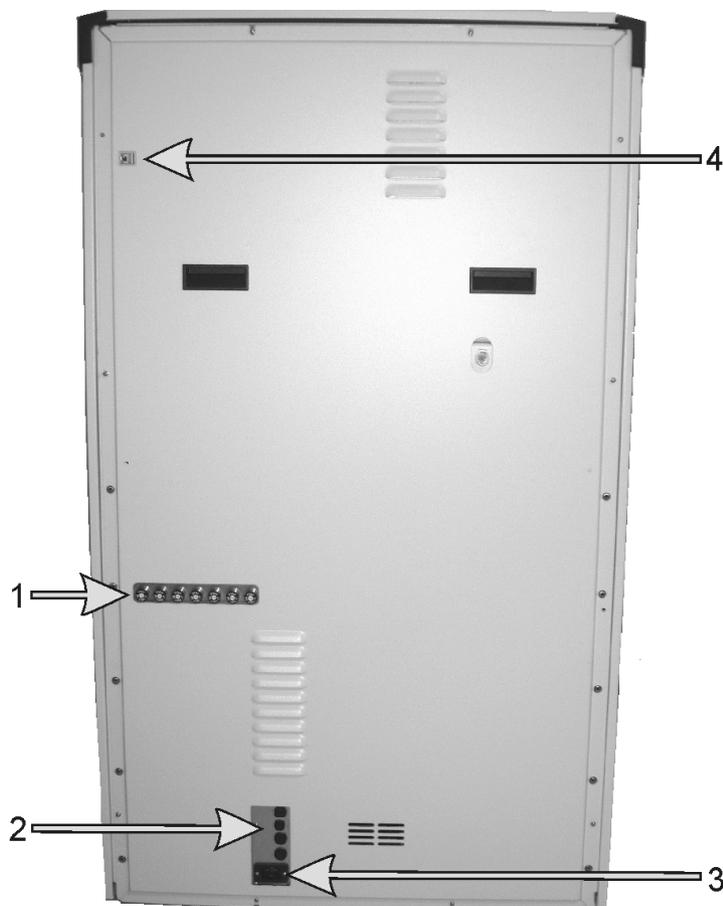

Figura 25: BOND-III tampa traseira
Figura 25 mostra a tampa traseira do módulo de processamento BOND-III.
2. Seguir o cabo de energia da conexão principal no módulo de processamento (item 3 na Figura 25 e item 4 na Figura 26) até a parede. Desligar o plugue da tomada de energia na parede.